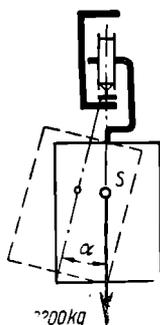

Bild 49
70. Der Wagen einer Schwebbahn von 3200 kg hängt frei an der obenliegenden Fahrtschiene (Bild 49). a) Wie groß ist die Fliehkraft des Wagens, wenn er eine Kurve von 50 m Krümmungshalbmesser mit einer Geschwindigkeit 40 km/h durchfährt? b) Unter welchem Winkel α gegen die Lotrechte stellt sich dabei die Wagenachse ein? c) Welche resultierende Belastung erhält die Fahrtschiene? d) Wie ändert sich der Ausschlagwinkel mit dem Wagengewicht?